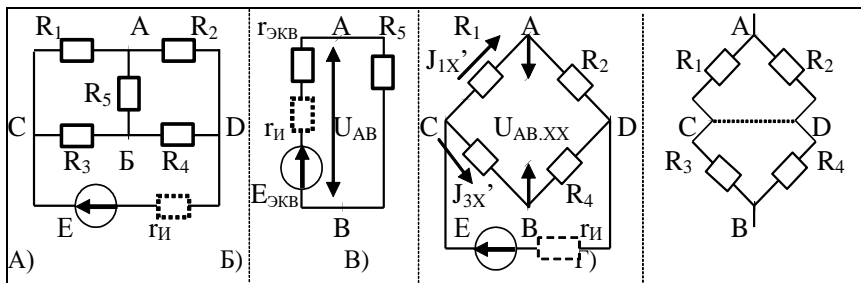

Рис. 2. Схема моста (А), ее эквивалент (Б), и условия определения R моста.
**Решение.** В соответствии с теоремой об эквивалентном генераторе - воздействие всей цепи на рассматриваемую ветвь с ( $r_5$ ) можно заменить воздействием эквивалентного генератора (рис. 2.б), у которого  $E_{ЭКВ} = U_{AB,XX}$ ;  $r_{ЭКВ} = r_{AB,XX} = r_{ВЫХ}$ .
Для определения  $U_{AB,XX}$  разомкнем ветвь с резистором ( $r_5$ ): (рис. 2.в)